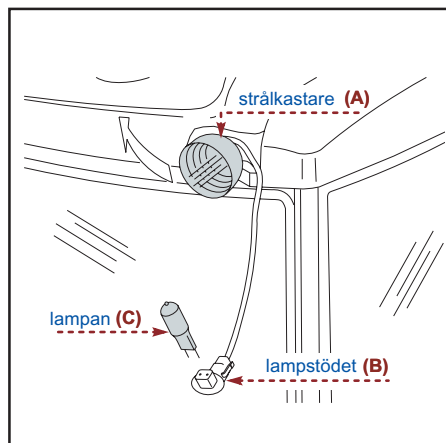

Fig. 86
- **Övre strålkastare bak** (fig. 86)